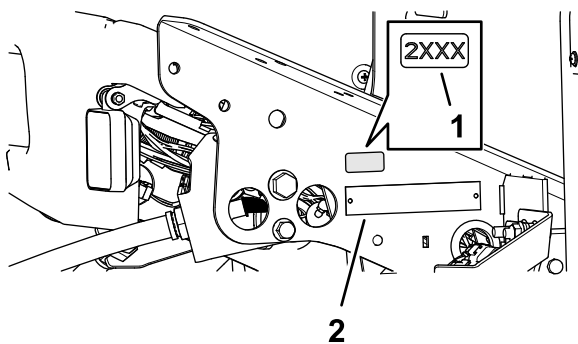

Bild 7
1. Verwenden Sie Reinigungsalkohol und einen sauberen Lappen, um den Bereich der Bodenplattenhalterung zu reinigen, und lassen Sie Halterung trocknen (Bild 7).